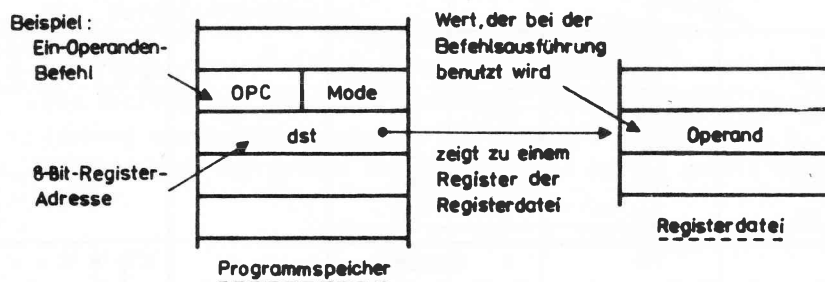

Bild 31: Register-Adressierung
- durch eine 8-Bit-Adresse im Bereich von 0-127 und 240-255 (Bild 31)